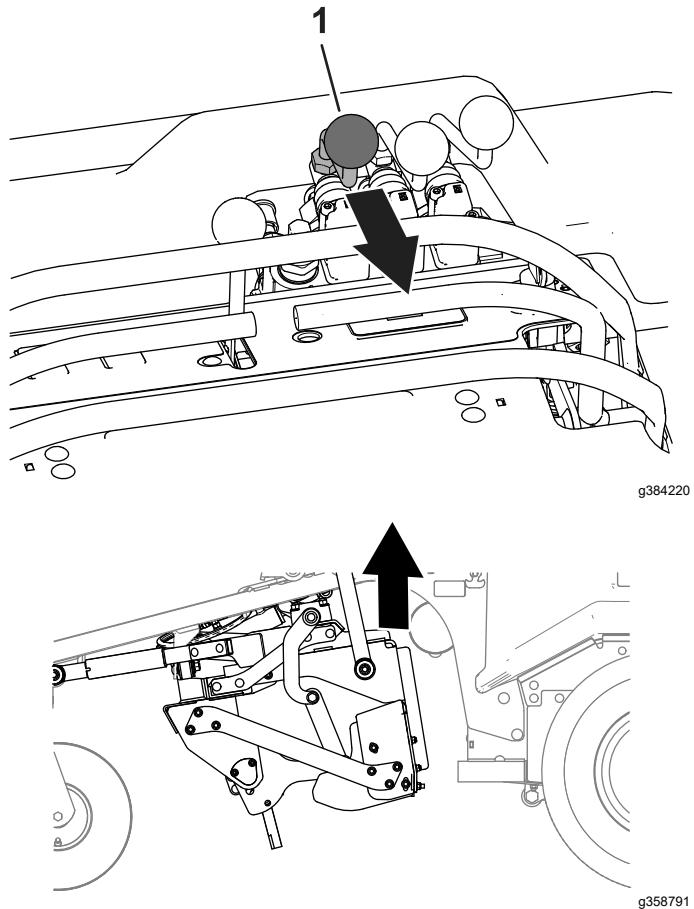

Figure 31
3. Moteur en marche, tirez la commande de levage de l'accessoire ventral en arrière pour lever l'accessoire (Figure 31).